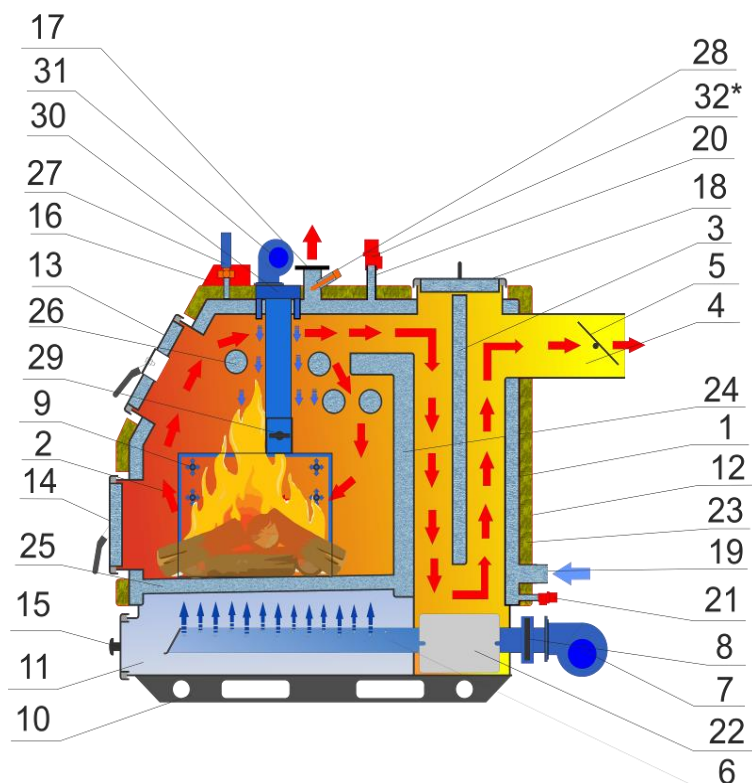

Рис.1 Будова котла «Ретра-3М»
5.1 Котел виконаний у вигляді шафи прямокутної форми зі скосом спереду що встановлюється на підлозі (див. Рис.1) і складається з наступних основних частин: конвективно-контактного сталюого теплообмінника 1 з камерою згоряння (топкою) 2, яка охолоджується водою, перегородки прямої 3, димоходу 4 з поворотним шибером газоходу 5, колектора 6, який разом з вентилятором 7 та шибером регулювання повітря 8 складають систему подачі первинного повітря. Система подачі вторинного повітря складається з вентилятора 31, з верхніх та бокових колекторів подачі та розподілення повітря 9, 30 та шиберів регулювання подачі повітря 29. В нижній частині котла знаходиться камера піддувала 11, яка одночасно виконує функцію камери накопичення золи. Котел встановлений на лижі 10.
5.2 Принцип роботи котла (див. Рис.1). Вода із системи теплопостачання надходить в котел через патрубок звороту 19, розтікається по всім внутрішнім порожнинам теплообмінника і, через його металеві стінки, відбирає тепло від палива, що горить (контактним і радіаційним способами в топці) і газоподібних продуктів згоряння (конвективним способом в решті частин теплообмінника). Нагріта вода через патрубок подачі 17 надходить в систему теплопостачання.